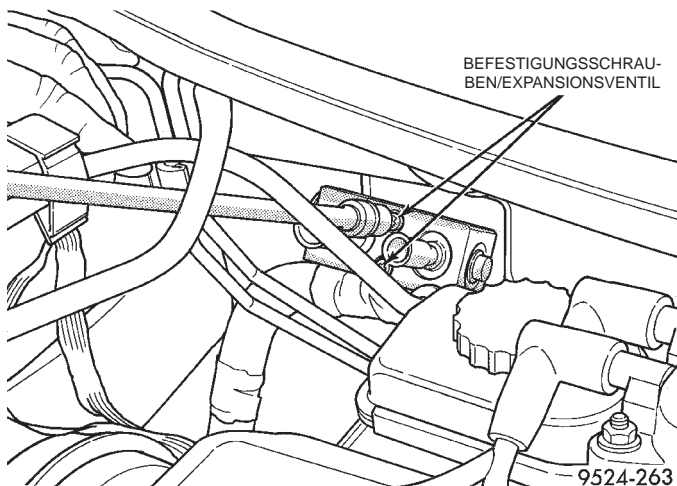

Abb. 49 Befestigungsschrauben des Expansionsventils
(5) Die beiden Befestigungsschrauben des Expansionsventils lösen (Abb. 49).